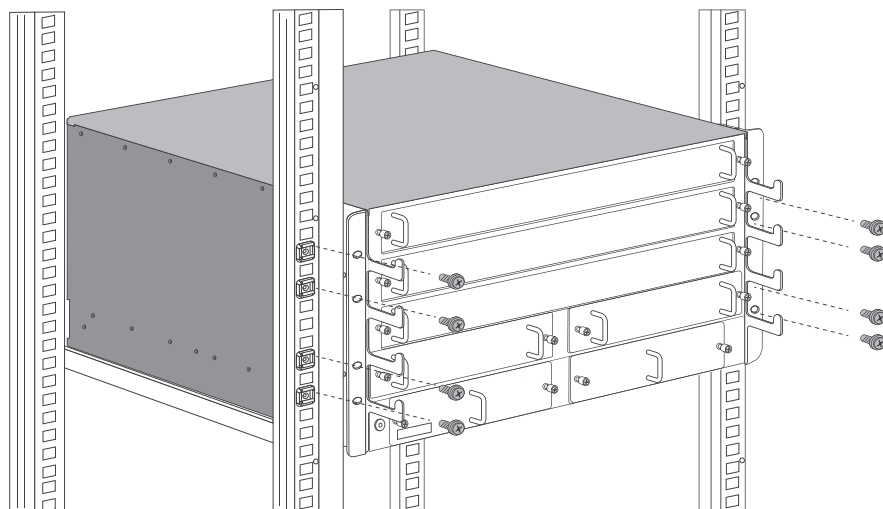

图2-4 机架安装示意图
6. 用螺钉将角铁固定在机架两端固定的导槽上，确保交换机稳定、水平地安装在机架上，如图2-4所示。